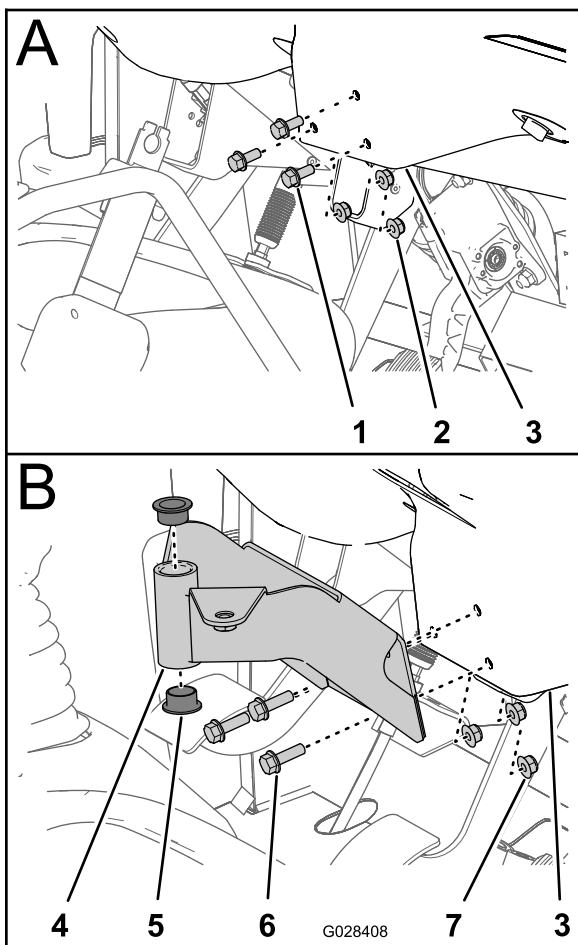

Figura 17
1. Demontați cele 3 uruburi și 3 piulițe care fixează porțiunea centrală inferioară a panoului tabloului de bord pe suportul de susținere a tabloului de bord (Figura 17).
2. Aliniază orificiile din suportul de montaj pentru consola de comandă cu orificiile din tabloul de bord și suportul de susinere (Figura 17).
4. Strângeți uruburile și piulițele la (Figura 17).
5. Introduceți cele 2 buce de plastic în suportul de montaj (Figura 17).